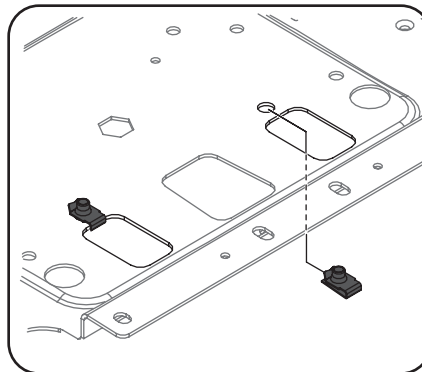

Figure 4-18
2. À partir du dessous du châssis de l'appareil, faites glisser 2 écrous (926-0211) sur les trous de montage. Vue de dessus illustrée ci-dessous. Voir Figure 4-18.